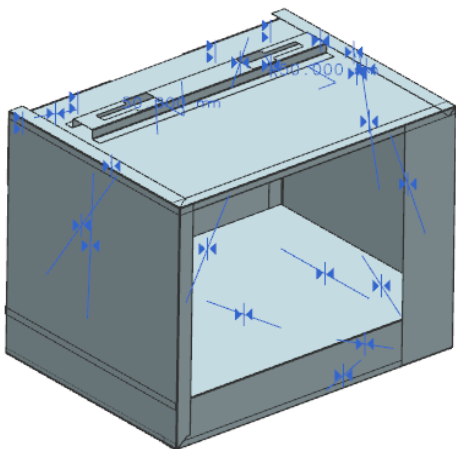

图 11-295 安装箱体吊板
- (5) 在“装配约束”对话框中，单击 按钮，安装箱体吊板，如图 11-295 所示。